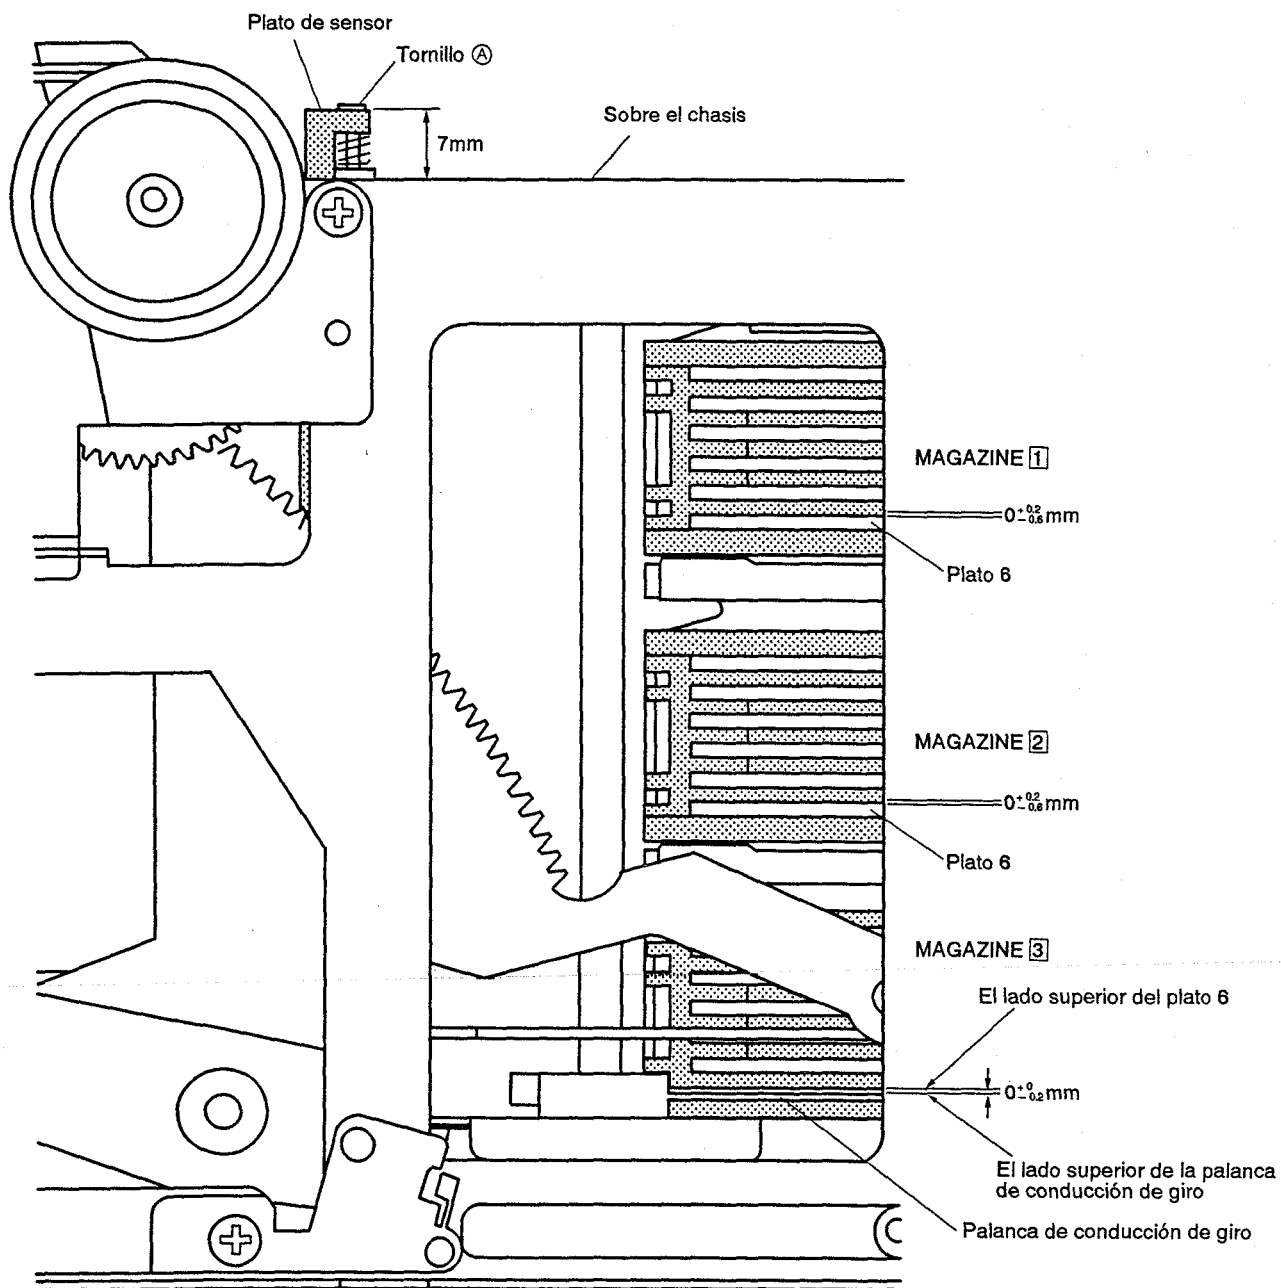
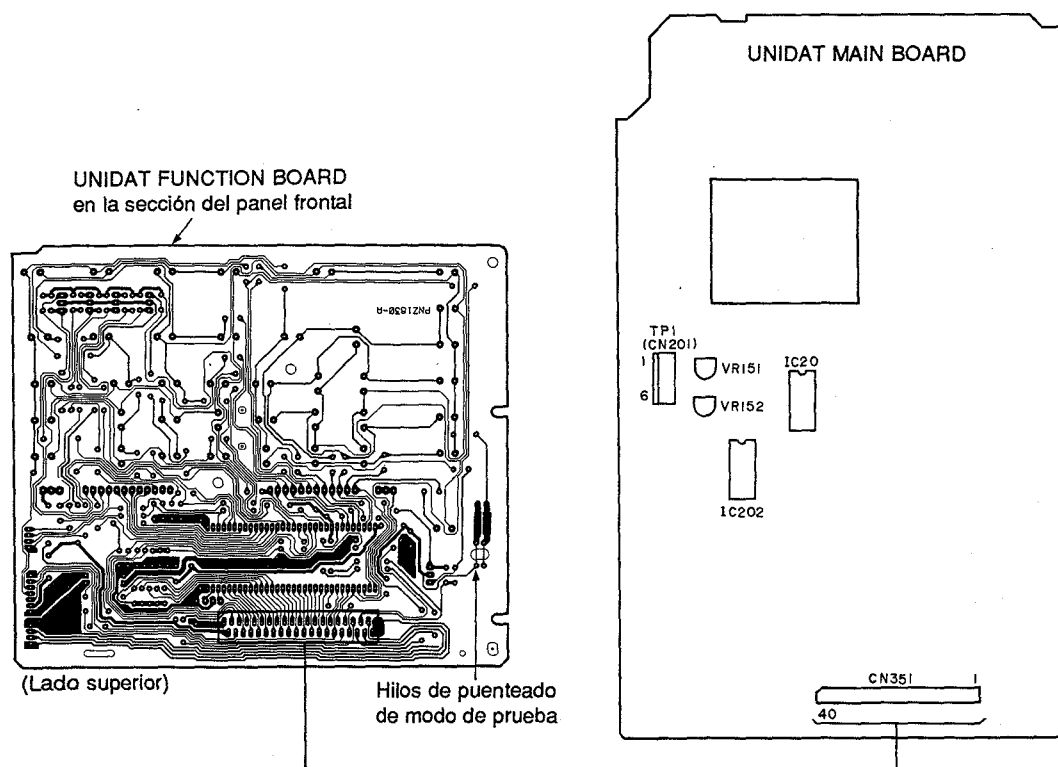

Figura. 6-1
Figura 1 Lugares de ajuste
1. Ajuste el tornillo ① hasta que el lado superior del plato de sensor sea 7mm sobre el chasis principal (Figura 6-1).
3. Inserte el almacén de CD en la abertura de MAGAZINE ③. (El plato de DISC 1 se carga automáticamente.)
5. Remueva el CN206 para fijar el motor DISC SELECT. (Para colocar el CN206, vea la figura 1 en la página 65.)
7. Asegúrese de que el lado superior de la palanca de conducción de giro está 0mm $\begin{smallmatrix} +0mm \\ -0.2mm \end{smallmatrix}$ sobre el lado superior del plato de DISC 6 (plato 6). (Figura 6-1, MAGAZINE ③)
- Si la posición del lado superior de la palanca de conducción de giro se inclina hacia arriba (hacia la dirección más), giro el tornillo ① en el sentido de las agujas del reloj para ajustar minuciosamente la posición de montaje del plato de sensor hacia abajo.
- Después de ajustar el tornillo ① otra vez, presione la tecla STOP(□) y repita las etapas 4 a 6.
- Si la posición del lado superior de la palanca de conducción de giro se inclina hacia abajo (hacia la dirección menos), gire el tornillo ① en el sentido contrario a las agujas del reloj. Después, presione la tecla STOP(□) y repita las etapas 4 a 6.
9. Saque el almacén de CD presionando la tecla MAGAZINE ③ EJECT(△).
10. Inserte el almacén de CD en la abertura de MAGAZINE ①. (El plato de DISC 6 se carga automáticamente.)
12. Remueva el CN206 para fijar el motor DISC SELECT. (Para colocar el CN206, vea la figura 1 en la página 65.)
14. Asegúrese de que el lado superior de la palanca de conducción de giro está 0mm $\begin{smallmatrix} +0.2mm \\ -0.6mm \end{smallmatrix}$ sobre el lado superior del plato de DISC 6 (plato 6). (Figura 6-1, MAGAZINE ①)
16. Saque el almacén de CD presionando la tecla MAGAZINE ① EJECT(△). Inserte el almacén de CD en la abertura de MAGAZINE ② y haga la misma inspección para MAGAZINE ② como para MAGAZINE ①.
2. Controcircuite los hilos de puenteado de modo de prueba. (Consulte la figura 1.)